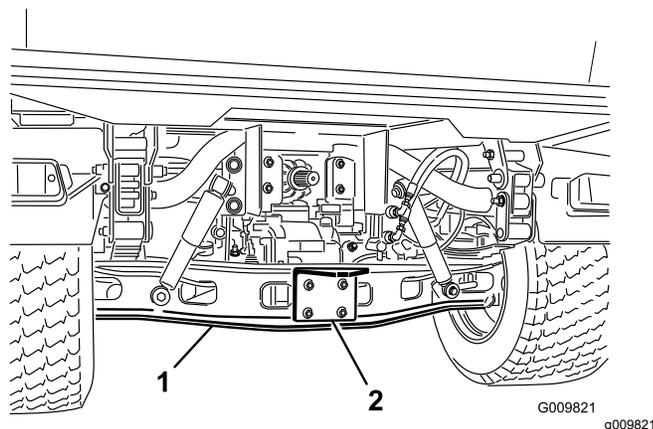
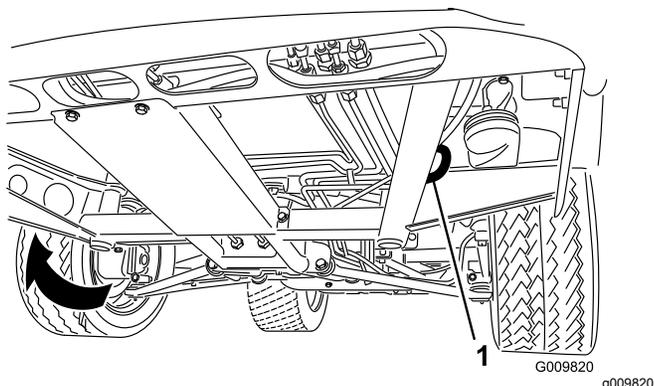

Рисунок 27
Рисунок 26
См. местонахождение точек крепления автомобиля на Рисунок 26 и Рисунок 27.
1. Прикрепите буксирный трос к сцепному устройству в передней части рамы автомобиля (Рисунок 26).